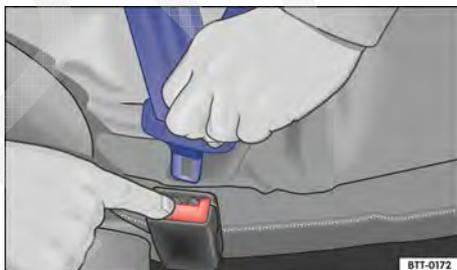

Fig. 10 Soltar a lingueta do cinto de segurança do fecho do cinto de segurança.
- Pressionar o botão vermelho no fecho do cinto de segurança → Fig. 10. A lingueta do cinto de segurança salta para fora.